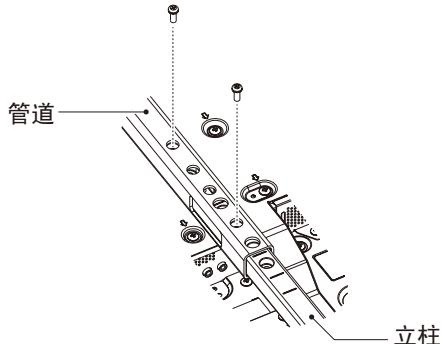

图 4
2. 请用附带的螺丝安装立柱和管道。请拧紧管道上的两颗螺丝（图 4）。